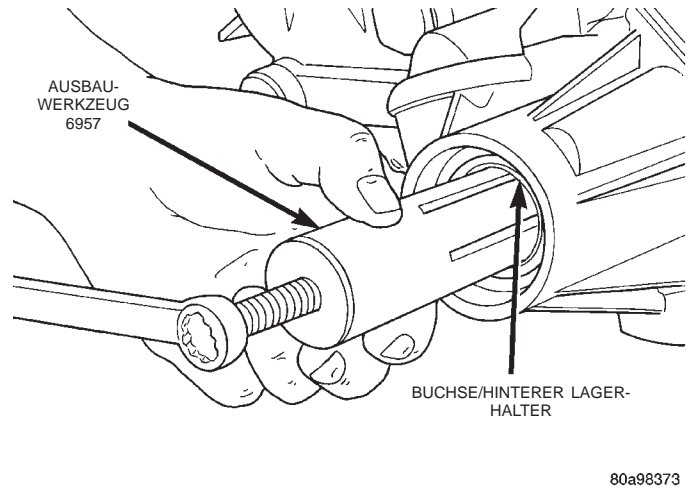

Abb. 8 Buchse aus hinterem Lagerhalter ausbauen
- (1) Das Fahrzeug anheben.
- (2) Die Gelenkwelle zur Hinterachse ausbauen. Näheres hierzu siehe Kapitel 3, "Differential und Antriebsstrang".
- (3) Mit einem geeigneten Hebel oder einer auf einem Gleithammer befestigten Schraube die Dichtung aus dem hinteren Lagerhalter ausbauen.
- (4) Mit dem Ausbauwerkzeug 6957 die Buchse aus dem hinteren Lagerhalter ausbauen (Abb. 8).